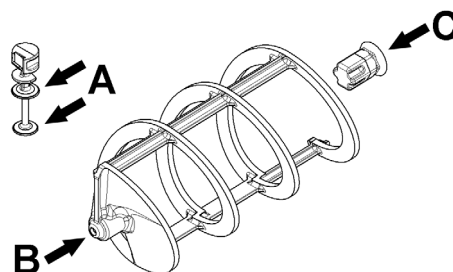

Bild 16
- 2 Den Kolben des Zapfhahns, den Sechskantanschluss und den Rührarm an den in (Bild 16) gezeigten Punkten schmieren, dabei ausschließlich das dem Gerät mitgelieferte Schmierfett oder andere Fette verwenden, die den Vorschriften der Nahrungsmittelindustrie entsprechen.